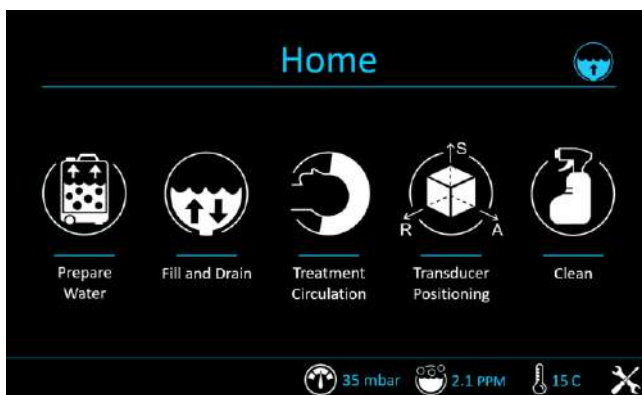

Figura 12-7: Menu “Início”
Step 12: No ecrã principal do sistema de água – Menu “Página inicial” (Figura 12-7), prima a opção “Limpar”